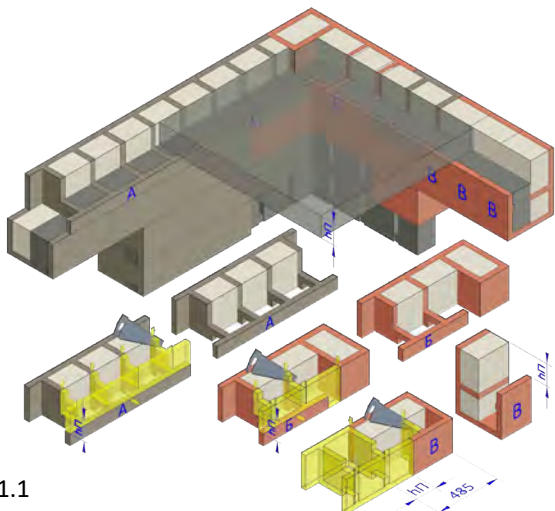

Рис. 11.1
11.1 Для монолитного перекрытия необходимо подрезать блок «L»образно (рис.11.1). «L» образный подрез равен толщине перекрытия, но не более 160мм от верхней грани блока.